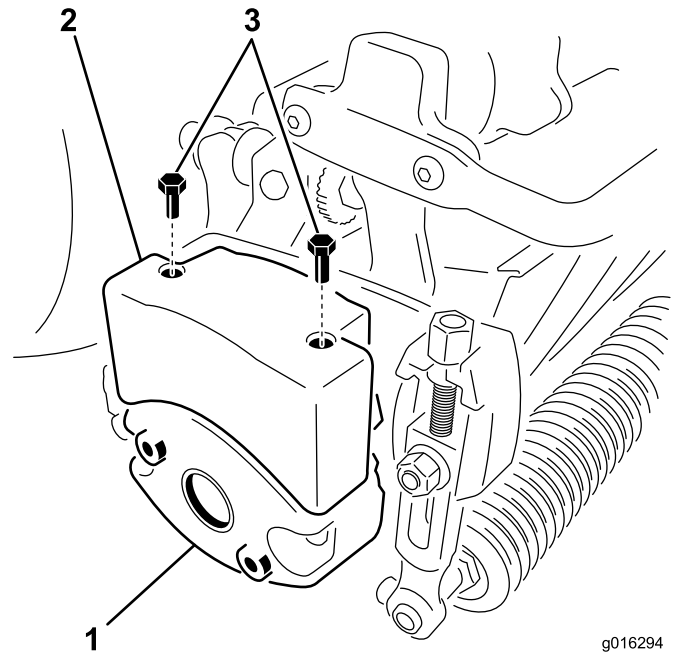

Figura 10
4. Rimuovete i due bulloni che fissano lateralmente la zavorra all'elemento di taglio (Figura 10).
6. Montate una zavorra superiore sulla zavorra dell'apparato di taglio con 2 viti a testa esagonale (Figura 10).